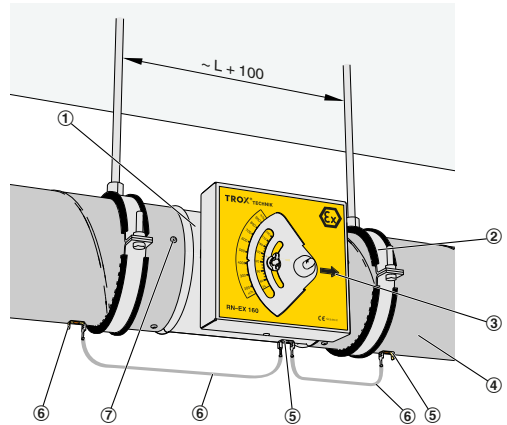

Abb. 4: Montagebeispiel
1. ▶ Abhängungen (Abb. 4/2) am Einbauort vormontieren, dabei beachten, dass der Abstand der Abhängungen ca.  $L+100$  mm beträgt.
2. ▶ 1. Luftleitung (Abb. 4/4) bis zum Einbauort des Regelgerätes vormontieren.
3. ▶ Anschlussstutzen des Regelgeräts (Abb. 4/1) in die Luftleitung einschieben (Lufrichtungspfeil (Abb. 4/3) beachten).
4. ▶ 2. Luftleitung (Abb. 4/4) auf den Stützen aufschieben.
6. ▶ Regelgerät mit Bohrschrauben oder Nieten (Abb. 4/7) an Luftleitung fixieren.
7. ▶ Potentialausgleich (Abb. 4/5) mit Masseband und Flachstecker (Abb. 4/6) herstellen.